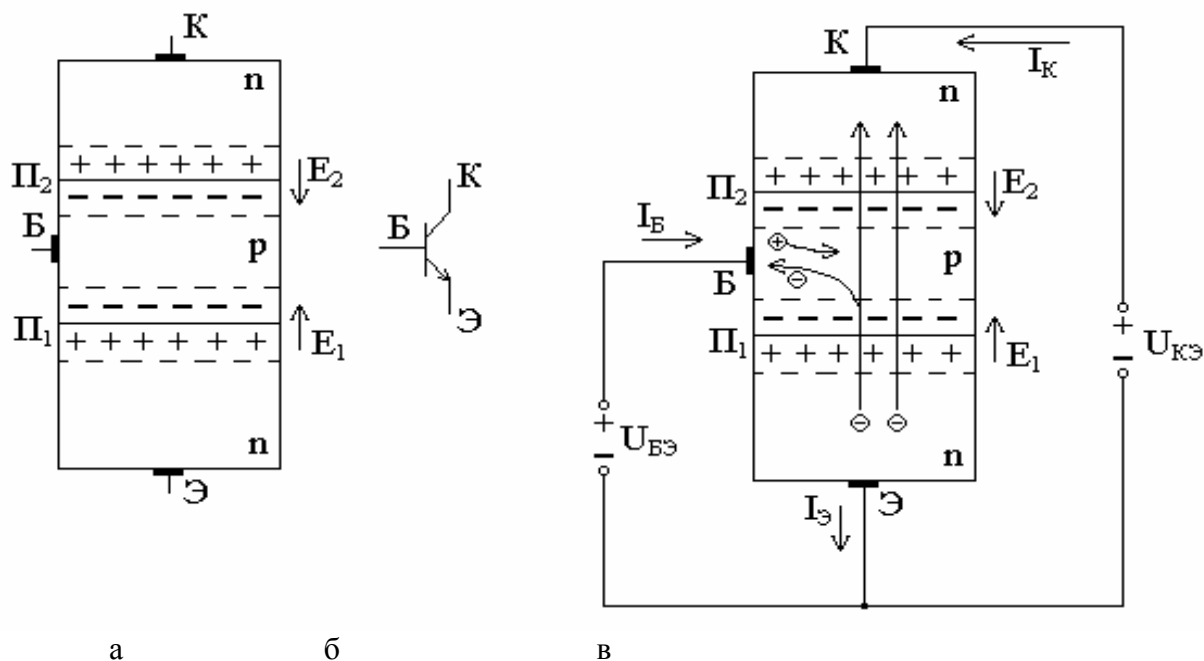

Рис.1
Устройство биполярных транзисторов типа n-p-n показано на рис. 1. Транзистор состоит из двух r-n переходов. Оба перехода
( $U_{КЭ} > U_{БЭ}$ ) так, чтобы **коллекторный** р-п-переход ( $\Pi_2$  на рис. 1в) был заперт. Только такое включение обеспечивает работу транзистора в усилительном режиме.
**ПРИМЕЧАНИЕ 1:** на рис. 1в направления токов противоположны направлению движения электронов и совпадают с направлением движения дырок. Это связано с положительностью заряда дырки и отрицательностью - электрона. Между рассмотренными токами, согласно правилу Кирхгофа, выполняется соотношение:
На коллекторном переходе имеется значительная разность потенциалов за счет сильного электрического поля в области объемных зарядов (рис. 1в). Электроны, двигаясь из эмиттера в базу, поднимаются на горку, а затем ускоренно с нее спускаются через коллекторный переход: Чем выше горка, тем меньше количество электронов способно подниматься на нее (лишь самые быстрые) и наоборот.